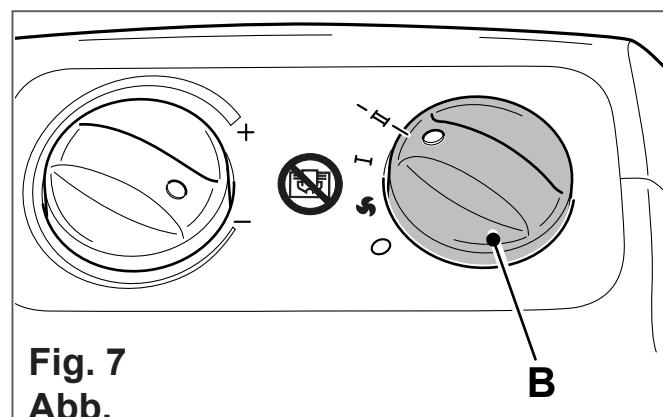

Fig. 7
- Per attivare la funzione POTENZA MASSIMA, ruotare la manopola "B" in modo che il riferimento "●" sia allineato al simbolo "II" presente sul pannello comandi (fig. 7).
- To activate **MAXIMUM POWER** function, turn knob "B" so that reference mark "●" is aligned with the "II" symbol on the control panel (fig. 7).
- Pour activer la fonction PUISSANCE MAXIMALE, tourner la molette "B" de telle sorte que la référence "●" soit alignée sur le symbole "II" présent sur le pupitre de commande (fig. 7).
- Zur Aktivierung der Funktion HÖCHSTLEISTUNG drehen Sie den Knopf "B" so, dass der Bezug "●" mit dem Symbol "II" auf der Bedienkonsole (Abb. 7) zentriert ist.
- Para activar la función POTENCIA MÁXIMA, gire la manija "B" de tal forma que la referencia "●" quede alineada con el símbolo "II", presente en el panel de mandos (fig. 7).